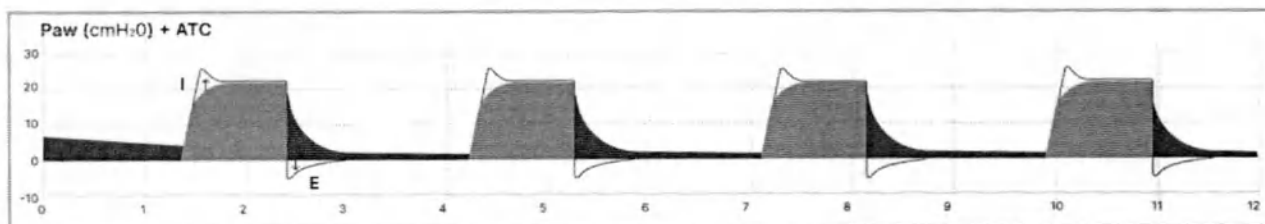

Рисунок 9.33 – Кривая P_{aw} с наложением целевой кривой давления в трахее
- 6 Аппарат будет отображать фактическую кривую давления в дыхательных путях P_{aw} (с отображением производимой аппаратом инспираторной и экспираторной компенсации давления) с наложением кривой целевого давления в трахее (см. рисунок 9.33).